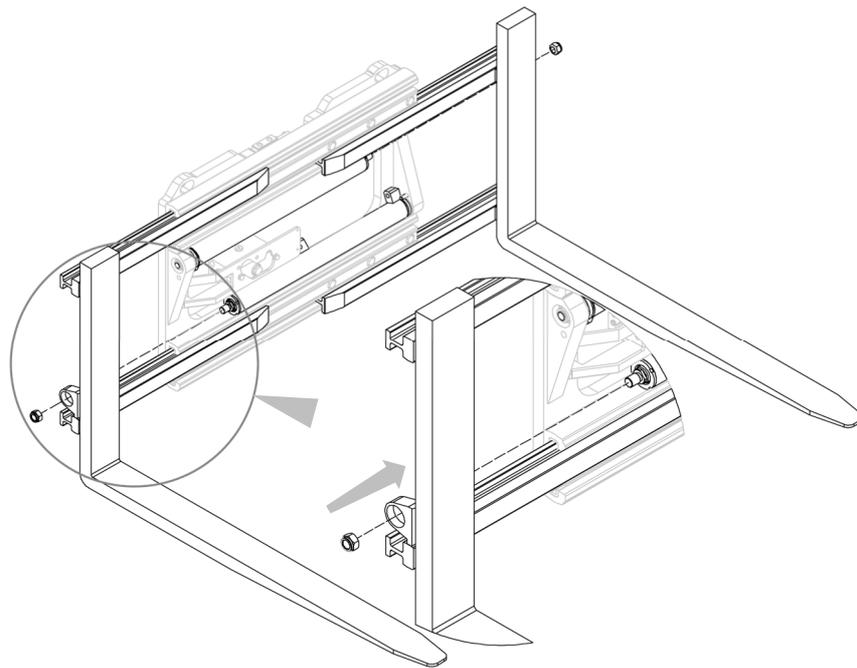
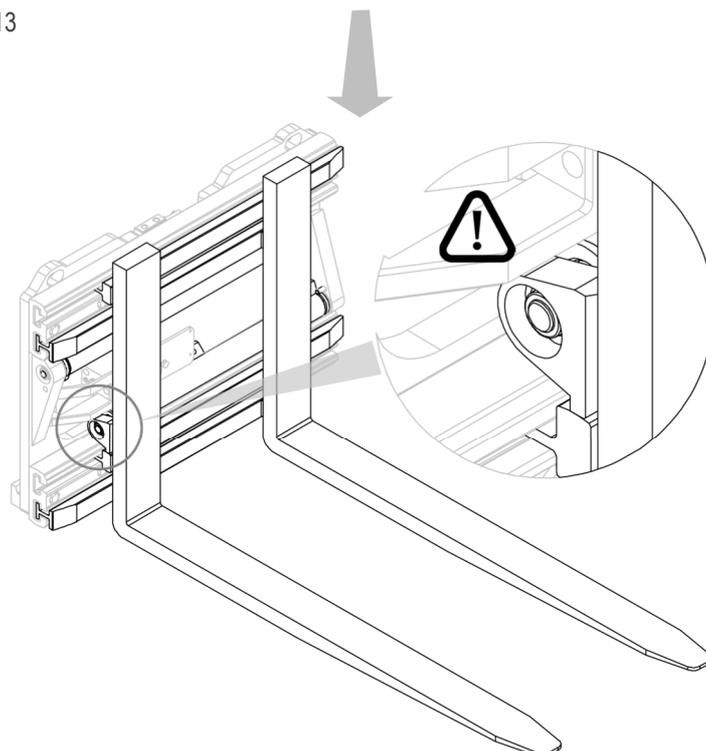

Figure 13
Figure 14
4. Insérer les fourches, avec les fourches correspondantes, dans leurs logements et les relier aux vérins à l'aide des écrous correspondants (voir *Figure 13* et *Figure 14*).